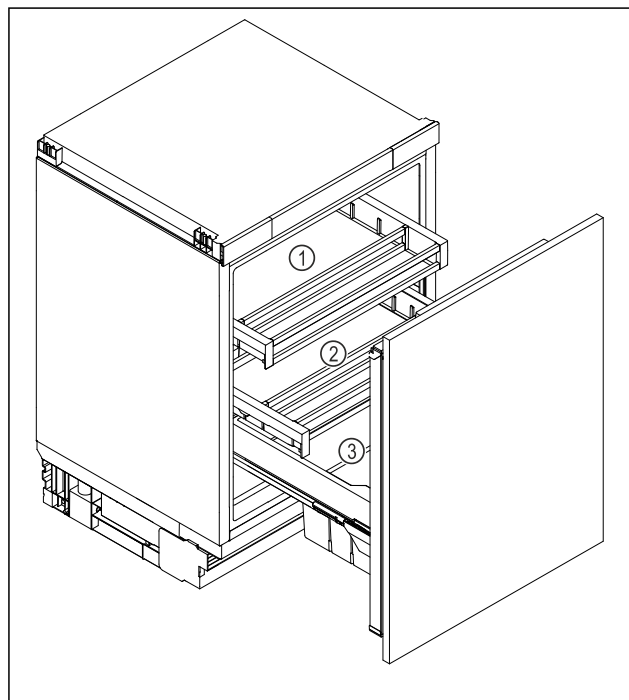

Fig. 6 Примерно изображение
- ▶ Горно чекмедже Fig. 6 (1): Съхранявайте масло, сирене, консерви и тубички.
- ▶ Долно чекмедже Fig. 6 (2): Съхранявайте лесно развалящи се хранителни продукти като готови ястия, риба, месни изделия и колбаси.
- ▶ Кутия за плодове и зеленчуци Fig. 6 (3): Съхранявайте опаковани плодове и зеленчуци.
- ▶ Отделение за напитки Fig. 6 (3): Съхранявайте отделни бутилки.